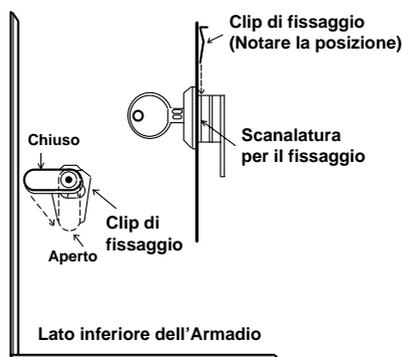

Figura 2. Montaggio della Serratura dello Sportello (AD-8085), se usata
1. Agganciare i due supporti in plastica più lunghi agli appositi binari ricavati sul fondo del contenitore, come indicato nei dettagli "A" della Figura 2
2. Inserire il lato superiore del circuito nelle apposite scanalature create sul fianco della scatola. Assicurarsi che il circuito sia inserito nella fila corretta, come indicato nel dettaglio "B" della Figura 2.